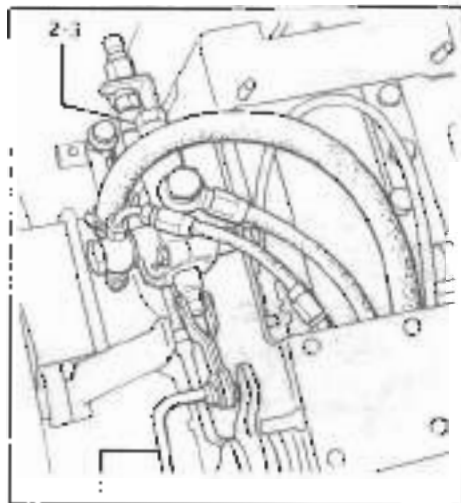

Fig. 24 - Bild 24
- Agire sulla leva del distributore idraulico (fig. 24, particolare 1) e tenendola sollevata accertarsi che il manometro indichi una pressione di 90 ± 10 Atm.
- Se ciò non dovesse occorrere agire opportunamente sulla valvola di sovrappressione (1) nel fuso e svitando la vite di registro, sulla base del cappelletto (2) e (3) di fig. 24.
- Act on the hydraulic control valve lever (fig. 24, detail 1). **Hold valve lever up** and make sure the pressure gauge reading is 90 to 100 kg/sq.cm.
- If reading is different, action is needed on the relief valve: remove the screw cap (3) and screw out or down the set screw of relief valve (2).
- Manoeuvrer le levier du distributeur hydraulique (fig. 24, détail 1) **et tout en le tenant soulevé**, s'assurer que le manomètre indique une pression de 90 à 100 Atm.
- Dans le cas contraire, agir sur le clapet de surpression (2) en serrant ou en desserrant la vis de réglage après avoir enlevé le chapeau de protection à vis.
- Den Steuerhebel des hydraulischen Verteilers (Bild 24, Detail 1) **betätigen und sich bei hochangehobenem Hebel vergewissern**, dass das Manometer einen Druck von 90 - 100 kg/cm² anzeigt.
- Sollte der Druck nicht stimmen, die Schutzkappe (3) entfernen und auf das Überdruckventil (2) wirken, wobei die Einstellschraube an-oder abgeschraubt wird.
L'attrezzo non si solleva o si solleva a fatica.	- Insufficiente quantità di olio idraulico nella scatola cambio (che funge da serbatoio per l'impianto idraulico). Ripristinare il livello dell'olio. - Insufficiente pressione. Agire sulla valvola di sovrappressione posta sul distributore aumentando la taratura stringendo la vite posta all'interno del corpo portamolla dopo avere rimosso il cappellotto di protezione (fig. 24). - Perdite di olio nel distributore. Sostituire il distributore. - Perdite di olio nel martinetto. Revisionare il martinetto o eventualmente sostituirlo. - Pompa idraulica danneggiata. Sostituirla.
The implement does not raise or heaves.	- Low oil level in the gearbox (which acts as hydraulic reservoir). Top up. - Low pressure. Adjust the main valve of the main distributor by turning the screw until the spring is heard to engage. Also in the case of pressure protection (fig. 24). - Leakage in the distributor. Replace. - Actuator leakage. Repair or replace. - Hydraulic pump damaged. Replace.